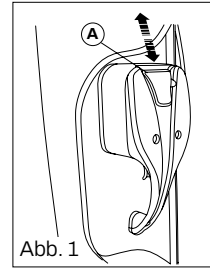

Abb. 1
- Die Fahrgäste müssen während der Fahrt auf den vorgesehenen Sitzplätzen sitzen bleiben. Die zugelassenen Sitzplätze sind in der Zulassungsbescheinigung angegeben und mit dem entsprechenden Etikett gekennzeichnet (siehe Abb. 1)
(Abb. 1 und 2)
- Das Wohnmobil ist mit festen Lüftungsöffnungen ausgestattet (die nicht verdeckt werden dürfen), die sich in einigen Dachfenstern, im Falz der Einstiegsstufe, im Möbelaufbau und im Boden befinden (Abb. 1 und 2)